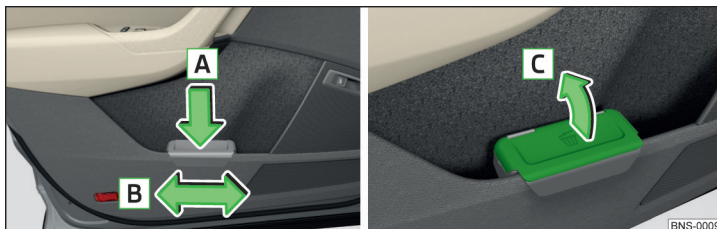

Fig. 117 Poubelle : insérer et déplacer / ouvrir
- Enfoncez la poubelle dans la partie arrière dans le sens de la flèche **A** » fig. 117.
- Retirer la poubelle dans le sens contraire à la flèche **A** » fig. 117.
- Relevez le couvercle dans le sens de la flèche **C** » fig. 117.